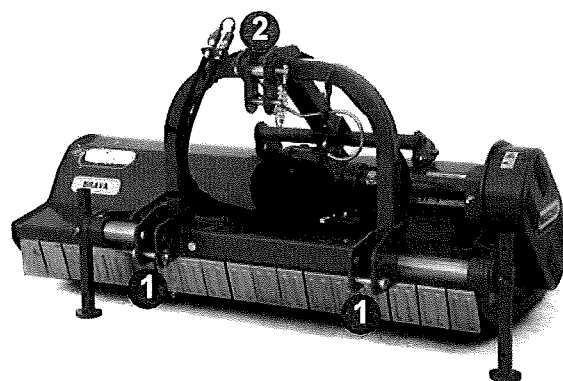
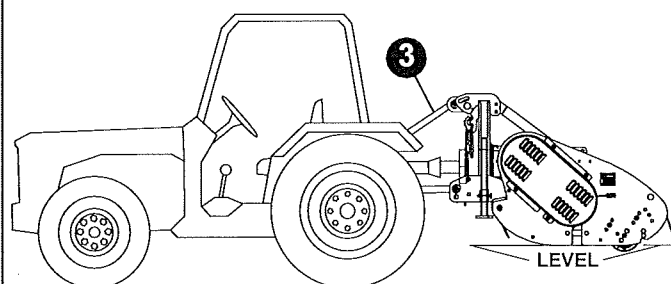

fig.11
fig.12
- 1) Fäst lyftdonets stänger på de därför avsedda stiften (1, fig.11). Lås med saxsprintar.
- 2) Anslut den övre tredje punkten (2, fig.11); stiftet ska låsas med den därför avsedda sprinten; med justeringslinan (3, fig.12) se till att utrustningen är lodrätt med marken (fig.12).
Symbolerna står för följande (se Fig. 12):